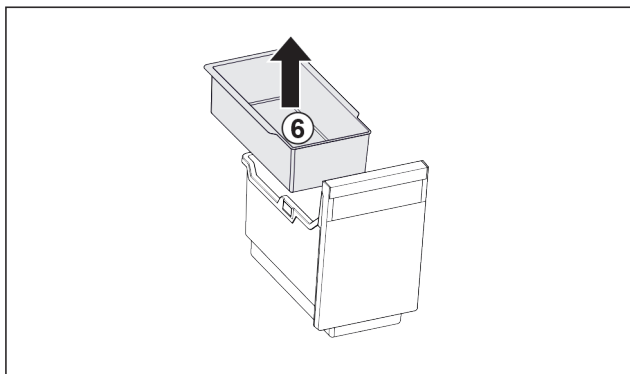

Fig. 119
- Rimuovere la vaschetta da agganciare Fig. 119 (6).